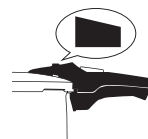

fig. 13
2. När tryckindikatorn är i utgångsläget och stiftet inte längre syns, har allt tryck släppts ut från tryckkokaren och du kan öppna den (fig. 13).